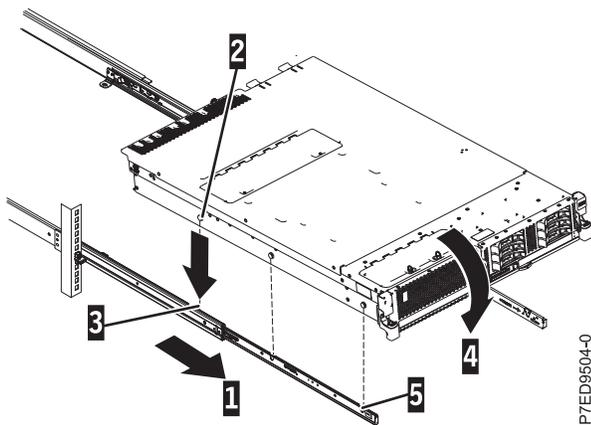

図 8. スライド・レールの引き出しおよびサーバーのくぎの頭とレールのスロットとの位置合わせ
2. 2 回カチッと音がする位置までスライド・レールを前方に (1) 引き出します。サーバーを慎重に持ち上げたら、スライド・レール上でサーバーを傾けて位置合わせし、サーバー背面のくぎの頭 (2) がスライド・レールの後部スロット (3) と揃うようにします。後部のくぎの頭が 2 つの後部スロットに入るまでサーバーをスライドさせます。次に、残りのくぎの頭がスライド・レールの他のスロットにはまるまで、サーバーの前部 (4) をゆっくりと下ろします。図 8 に示すように、前部ラッチ (5) がくぎの頭の上をスライドすることを確認します。